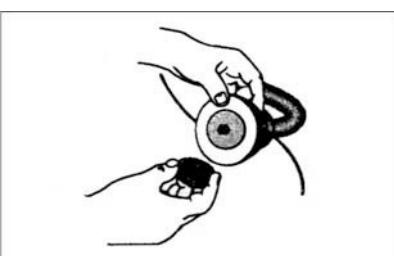

Рис. 10.
1. Отверните нажимную кнопку головки, вращая ее против часовой стрелки (**см. рис. 10**).